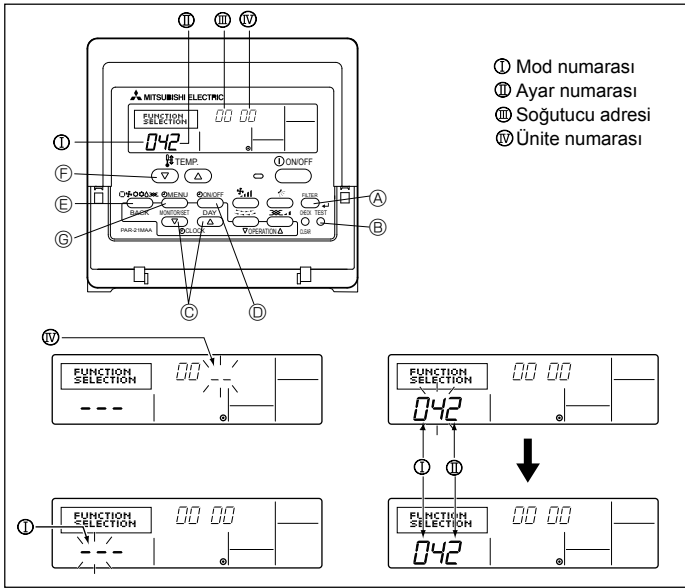

Fig. 6-9
1) Kablolu Uzaktan Kumanda için (Fig. 6-9)